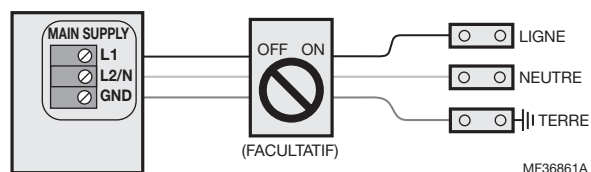

Fig. 21. Raccordement de l'alimentation principale de 120 V c.a. (1 phase)
- Installez une boîte d'interrupteur locale entre l'humidificateur et le coupe-circuit comme représenté sur les figures 21 et 22 (facultatif).